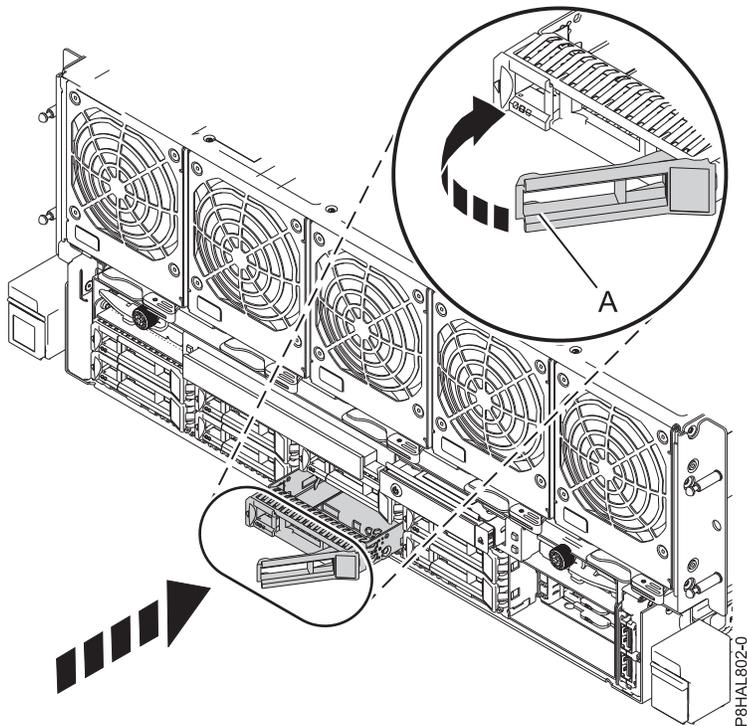

Figura 13. Instalación de una unidad de disco en un sistema 8408-44E o 8408-E8E
4. Desbloquee el asa de la bahía de unidad (A) ejerciendo presión y tirando de ella hacia usted. Si el asa no está extendida del todo, la unidad no entra en el sistema. Consulte la Figura 13 en la página 22.
8. Cuando el LED de identificación parpadee para la ranura seleccionada, deslice la unidad hasta el fondo de la ranura y empuje hacia adentro el asa de la bahía de unidad (A) hasta que quede encajada, como se muestra en Figura 13 en la página 22.